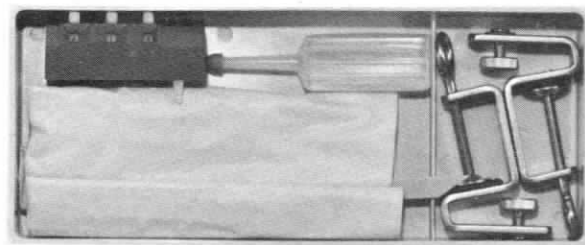

Fig. 7
3. Sacar la caja de accesorios (Fig. 7).